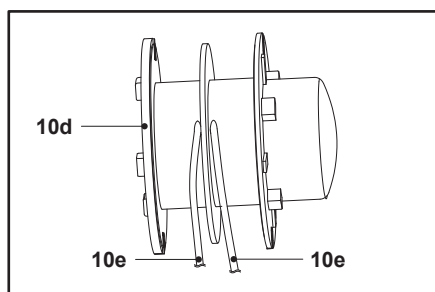

Rys. 15
6. Zwolnić żyłkę tnącą (10e) z nacięć i przytrzymać ją w tym położeniu. Nie dopuścić do oddzielenia żyłki tnącej (10e) od szpuli żyłkowej (10d) (rys. 15, krok 1).
7. Poprowadzić koniec żyłki tnącej przez przelotkę (10b) w obudowie (10a) (rys. 15, krok 2).
9. Włożyć szpulę żyłkową (10d) do obudowy (10a) (rys. 15, krok 3).
10. Ręcznie wcisnąć szpulę żyłkową (10d) wraz z obudową (10a) w kierunku sprężyny (10f) i obracać zespół, aż zablokuje się na swoim miejscu (rys. 15, krok 4).